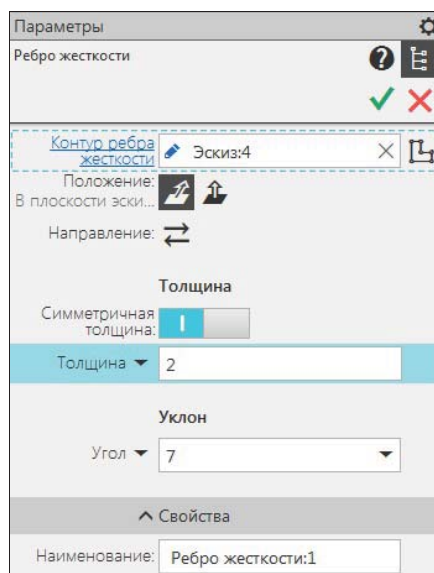

Рис. 21.10. Панель Параметров: Ребро жесткости
- ◆ вызовите команду **Ребро жесткости**. На панели **Параметры: Ребро жесткости** (рис. 21.10) задайте такие параметры: